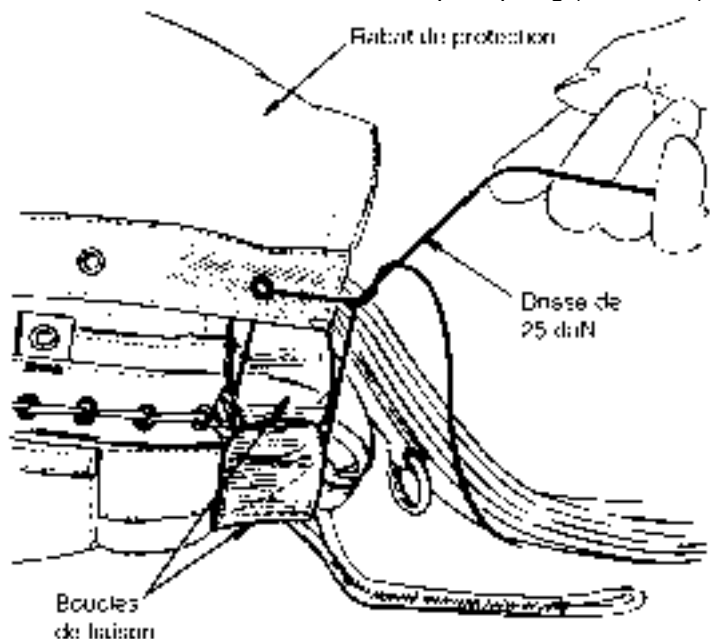

Fig. 4.43 - Fixation du rabat de protection
- les œillets d'extrémité droite et gauche aux boucles de liaison des éléments de sac (fig. 4.43) par un tour de drisse polyamide de 25 daN, nœud de huit et nœud de plein poing (2 x 50 cm).